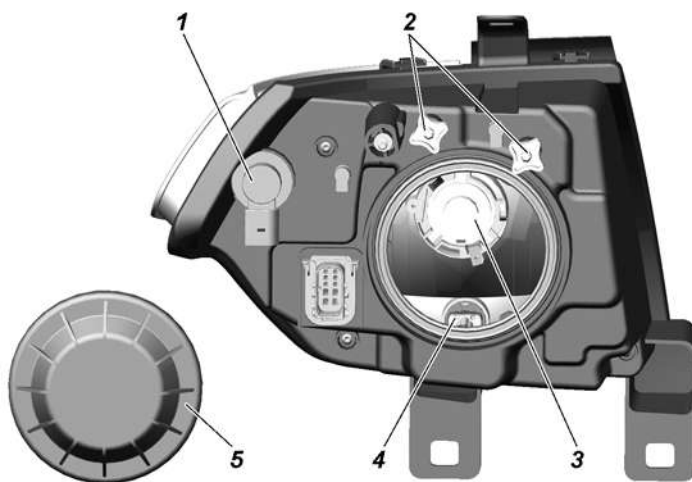

Рис. 9.32. Фара:
3. Включите ближний свет фар и, поочередно закрывая каждую фару, вращением регулировочных винтов 2 (рис. 9.32) добейтесь, чтобы светотеневая граница слева от точек E и E' совпадала с линией 1, а справа - с линиями 2 и 2' для левой и правой фар соответственно. Точки перелома светотеневой границы должны совпадать с точками E и E'.
Замена ламп фар. Для замены лампы указателей поворота снимите колодку с патрона 1 (рис. 9.32), поверните патрон по часовой стрелке (для правой фары) или против часовой стрелки (для левой фары) и выньте патрон в сборе с лампой.